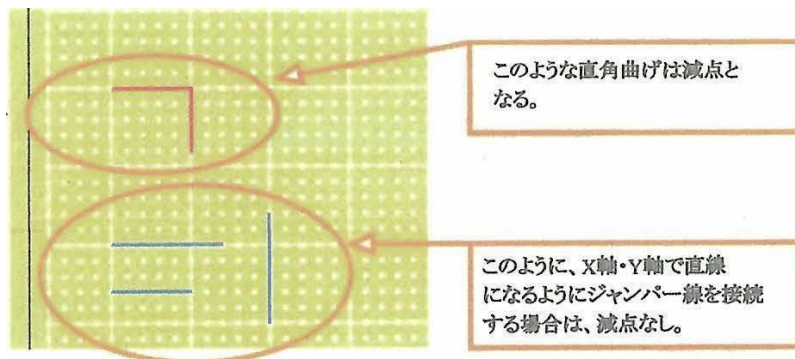

図 13 ジャンパー線取り付け時の説明
(8) ジャンパー線（部品面のスズメッキ線）は、直線のみとし、直角を含め曲げての取り付けは禁止する。（図 13）